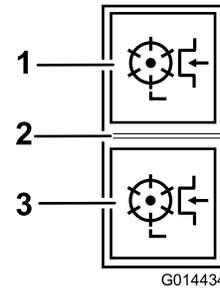

Figura 31
**Engranado de la unidad de corte en rotación hacia adelante:** Presione la parte superior del interruptor de la transmisión de la unidad de corte hasta la posición de avance (Figura 31).
**Engranado de la unidad de corte en rotación hacia atrás:** Presione la parte inferior del interruptor de la transmisión de la unidad de corte hasta la posición de marcha atrás (Figura 31).
**Para desengranar la transmisión de todas las unidades de corte:** Ponga el interruptor en la posición central (Figura 31).